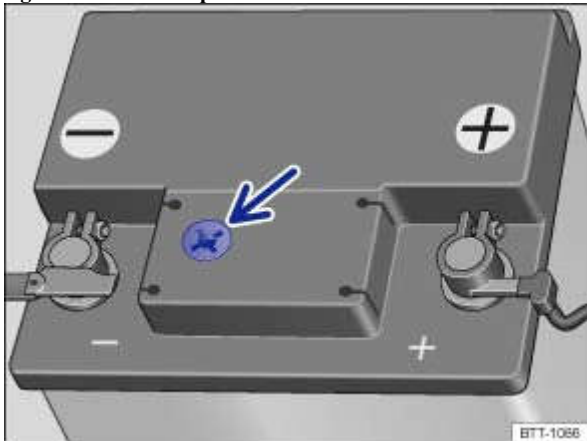

Fig. 234 Regard de batterie sur la face supérieure de la batterie (schéma de principe)
- Veillez à ce que la luminosité soit suffisante pour vous permettre de distinguer la couleur du regard circulaire sur la face supérieure de la batterie → Fig. 234 (flèche). N'utilisez jamais de flammes nues ou d'objets incandescents pour vous éclairer.